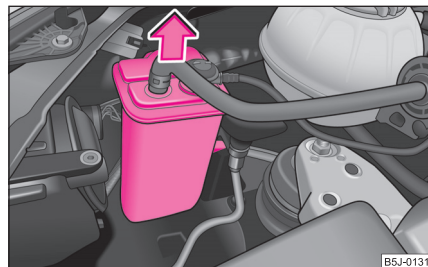

Abb. 199 Aktivkohlebe-
- Nehmen Sie bei einem Fahrzeug mit Benzinmotor vor dem Lampenwechsel im rechten vorderen Scheinwerfer den Aktivkohlebehälter heraus ⇒ Abb. 199.